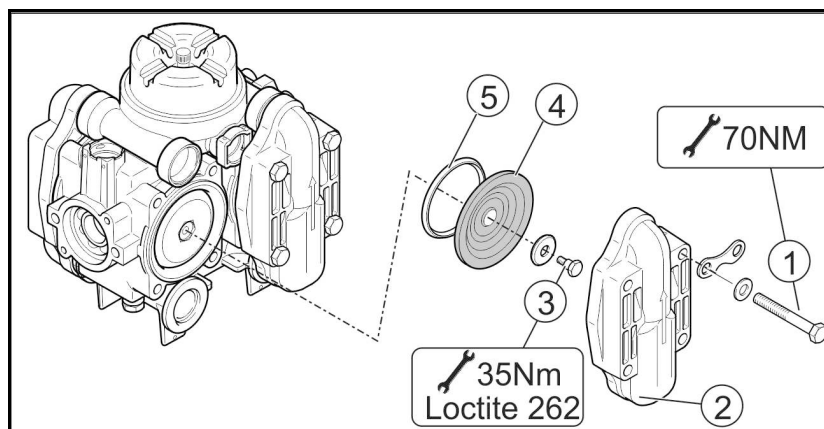

図 152
2. ねじ（図 152/1）を外します。
3. バルブカバー（図 152/2）を取り外します。
4. ピストンダイヤフラム（図 152/4）とウェッジリング（図 152/5）を点検します。
1. ねじ (図 152/3) を外し、ピストンダイヤフラム (図 152/4) を止めワッシャーと共にピストンから取り外します。